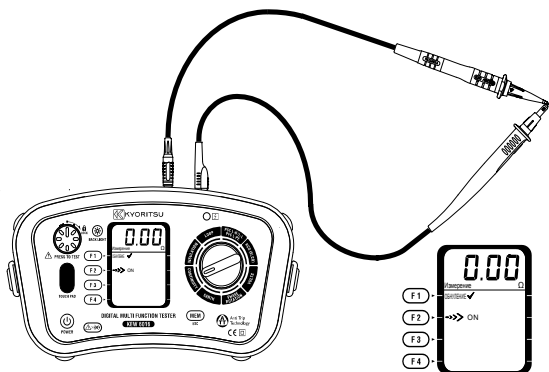

Рис.13
- 3 Соедините концы измерительных щупов (см. Рис. 13), нажмите и заблокируйте кнопку проведения измерений. Отобразится значения сопротивления измерительных щупов.
- 5 Отпустите кнопку. Прежде чем продолжать измерения, нажмите кнопку проведения измерений и убедитесь, что на индикаторе отобразился нуль. При использовании функции «Обнуление», на индикаторе отобразится “ОБНУЛЕНИЕ ✓” (см. Рис.13). Нулевое значение сохранится, только если выключить прибор. Запоминание нулевого значения можно отменить, отсоединив измерительные щупы и нажав кнопку обнуления (F1). Кнопка проведения измерений при этом должна быть нажата и заблокирована. Если данная функция отключена, на индикаторе отобразится ОБНУЛЕНИЕ OFF.